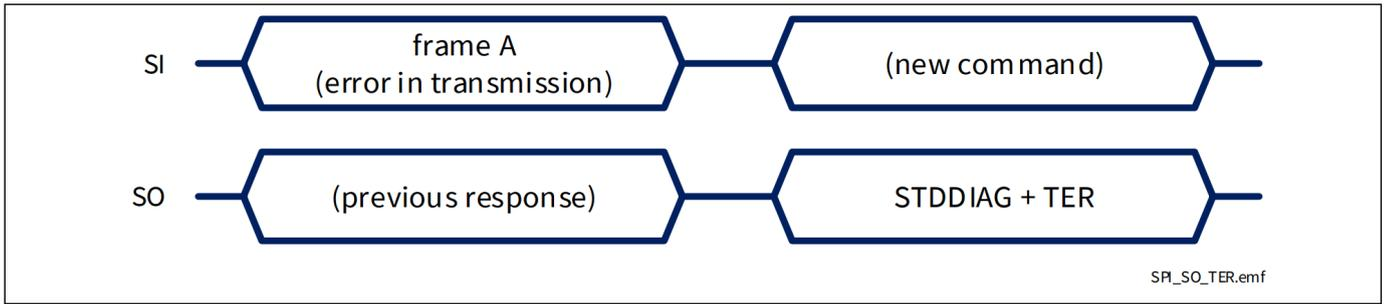

Figure 43 SPI response after an error in transmission
- 如果在前一帧中出现错误（例如，时钟脉冲不是 8 的倍数），如图 43 所示